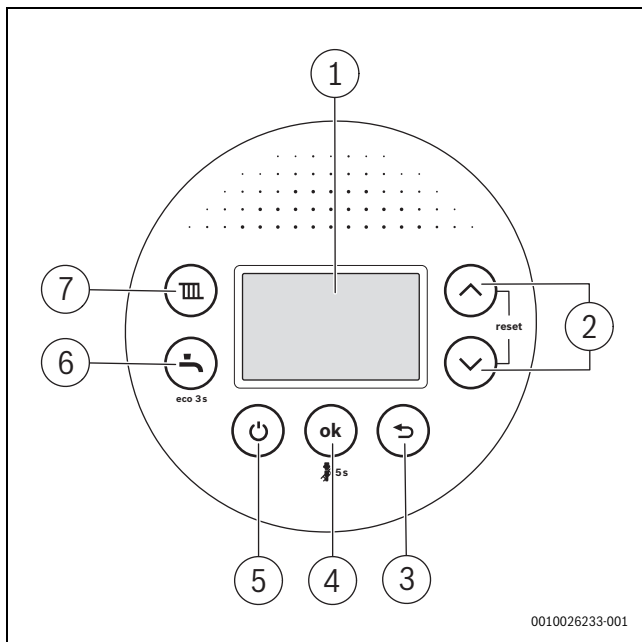

Bild 4 Bedienfeldübersicht
- ▶ Im normalen Betrieb Gerät mit der Taste (→ Bild 4, [5]) ausschalten.